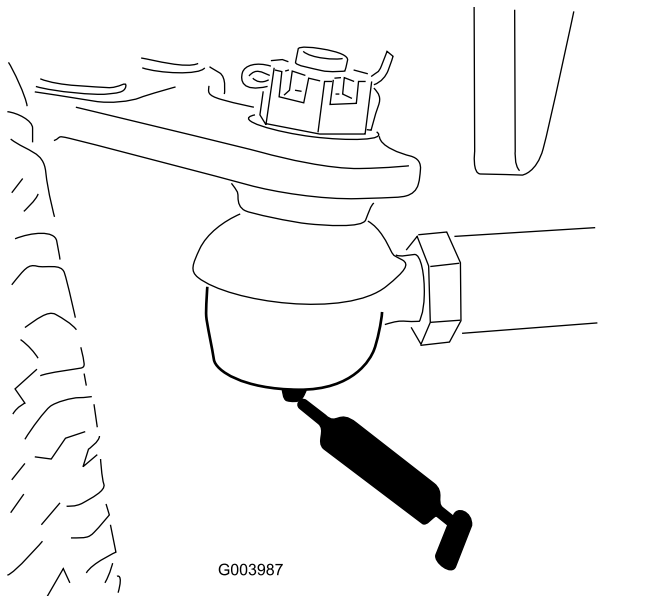

Bild 48
- Spurstange der Hinterachse (2) (Bild 48)